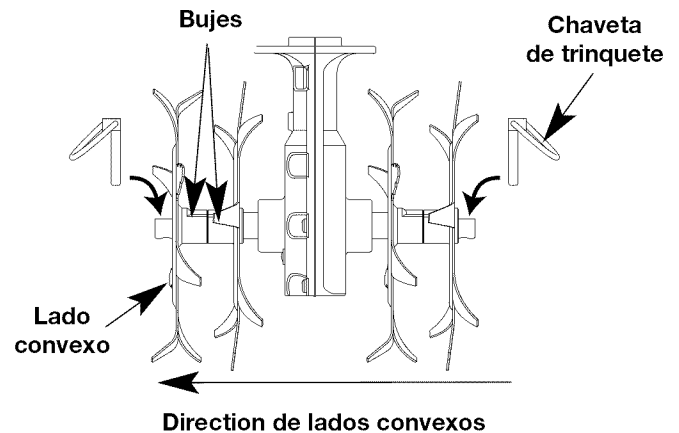

Fig. 9
2. Quite el pasador de trinquete de cada uno de los extremos del eje de los dientes. Saque los dientes deslizándolos del eje (Fig. 9).
4. Coloque los dientes nuevos deslizándolos en su lugar con los núcleos mirando uno hacia el otro (Fig. 9).